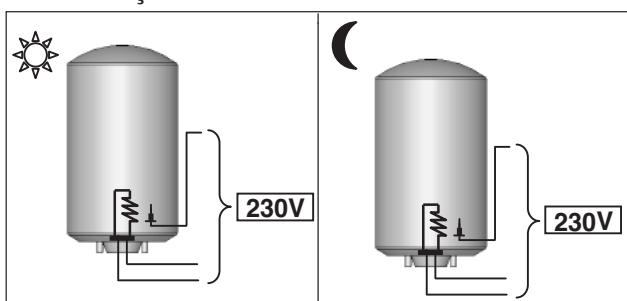

Figura 14 – PROfessional TECH Alimentação permanente
② Alimentação permanente
- > Resistência e PROfessional TECH ⇒ Alimentação contínua (Figura 14).